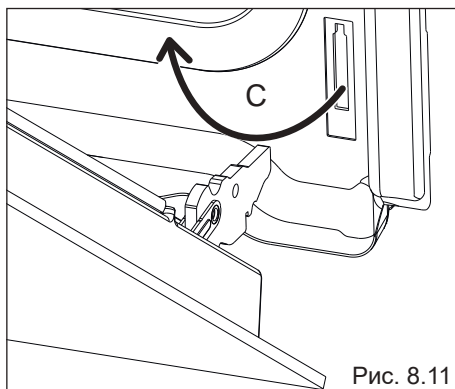

Рис. 8.11
- Вытащите крючки шарнирного соединения из пазов, как показано стрелочкой "С" (рис. 8.11).